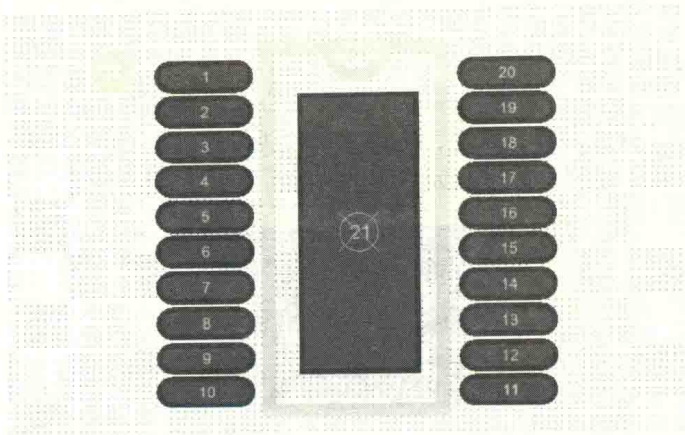

图 5-17 创建好的封装
- (8) 按照数据手册放置散热焊盘。
- (9) 按照数据手册，在丝印层（Top Overlayer）绘制丝印本体，丝印线宽一般选择 5mil。
- (10) 放置 1 号管脚标识符号，定位元件原点（快捷键“EFC”）为中心点。
- (11) 核对以上参数即完成此 2D 封装的创建，如图 5-17 所示。